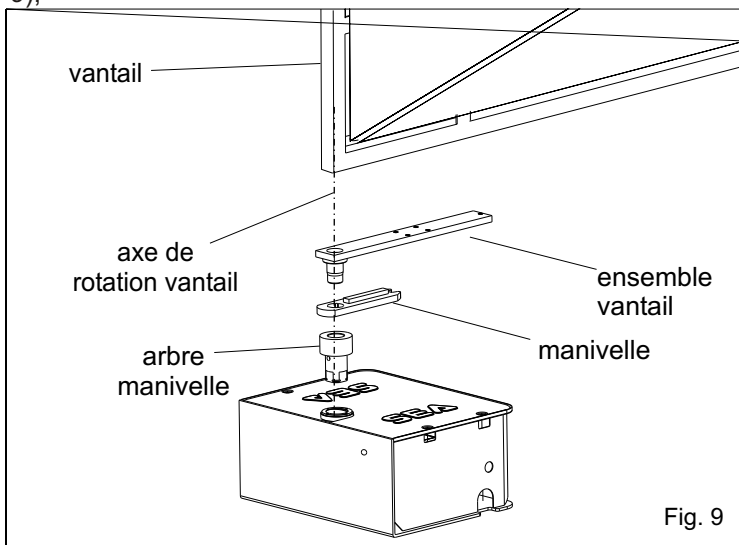

Fig. 9
**3.1. Positionner le vantail du portail sur l'ensemble vantail, faisant référence à l'axe de rotation du charnier du vantail (Fig. 9);**